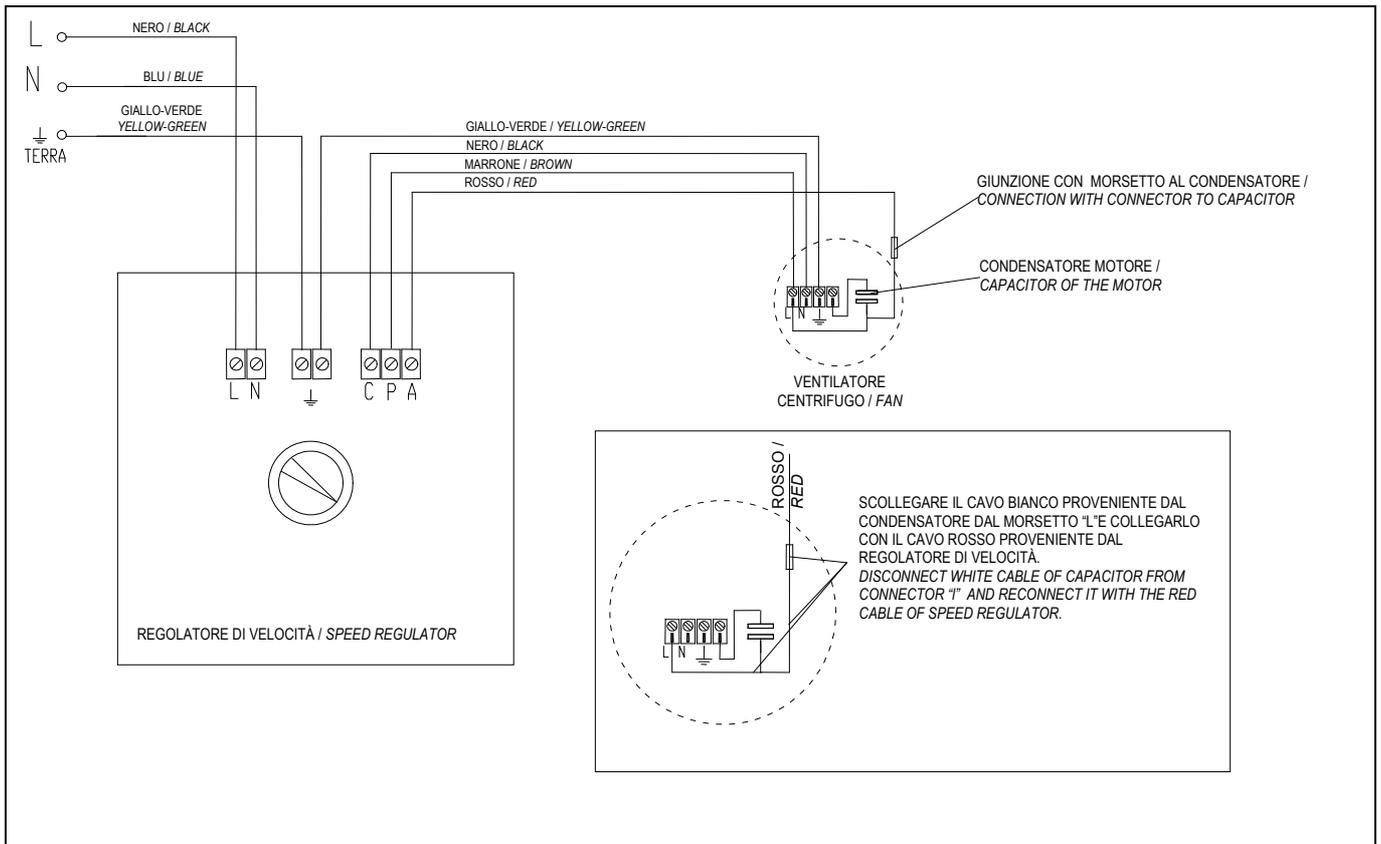

Figura 6 – Figure 6
9. Effettuare il collegamento all'alimentazione elettrica attraverso la morsettiera posta sul regolatore di velocità (vedi Figura 6).